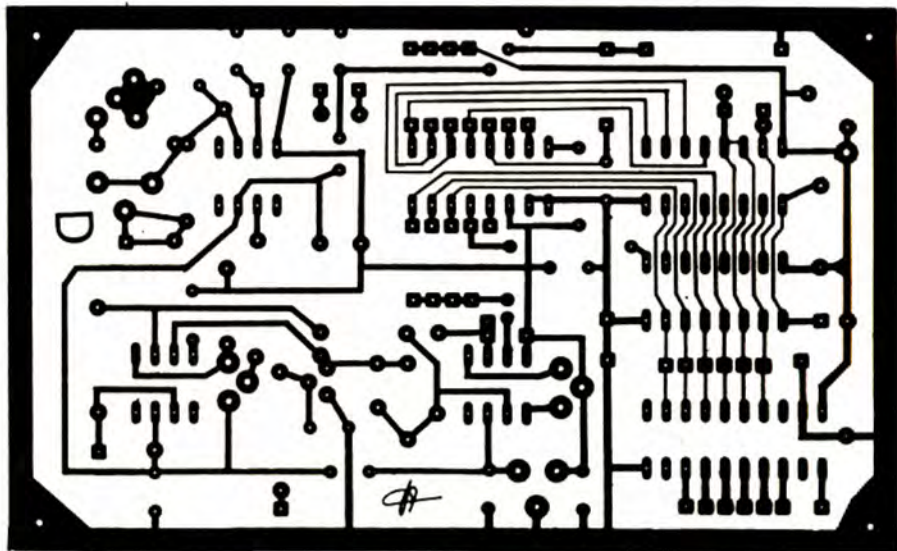

FIGURE 31. - Circuit imprimé D.
- **CI. D.** Du convertisseur D/A et de l'ampli de sortie. Un époxy simple face. Voir figure 31.